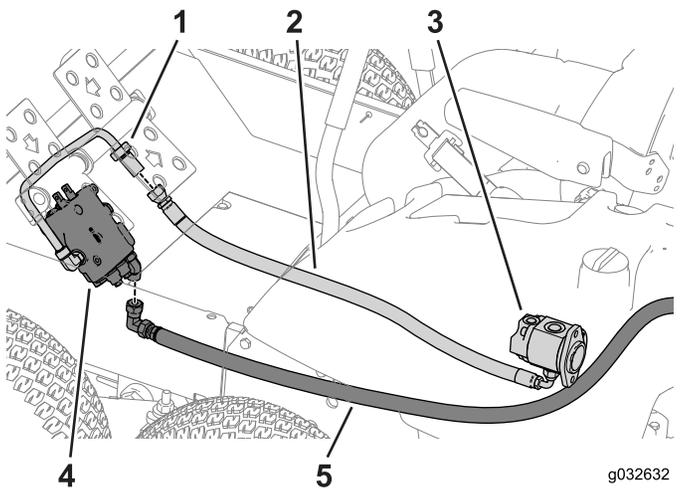

Figura 81
4. Disponete i flessibili verso la parte anteriore della macchina (Figura 81).